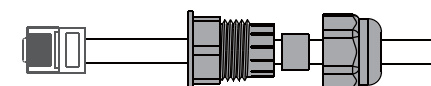

Figura 4.8-3 Cierre remoto de la conexión del cable
Paso 3-2 Para apagado remoto. Pase el cable a través de la placa de acero y, a continuación, conecte los pines 5 y 6. La Tabla 4.5-1 describe la definición del puerto de 6 pines, El cableado se muestra en la Figura 4.8-3